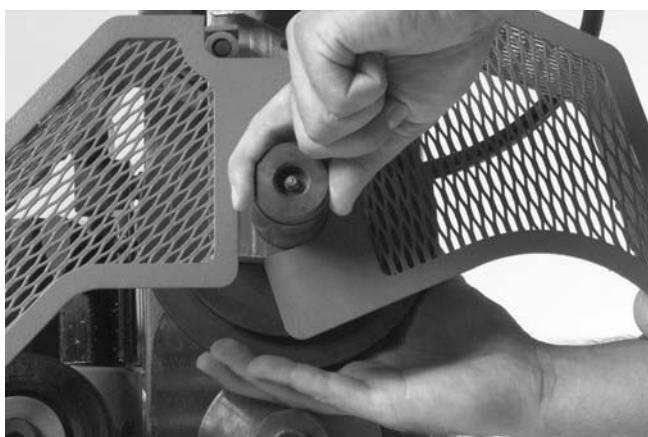

Figura 19 – Extracción del árbol del rodillo superior
4. Extraiga el árbol del rodillo superior y el rodillo superior (*Figura 19*). Asegure que el rodillo superior esté sujeto. El rodillo superior de esta Ranuradora pesa hasta 14 libras y puede caerse de repente.